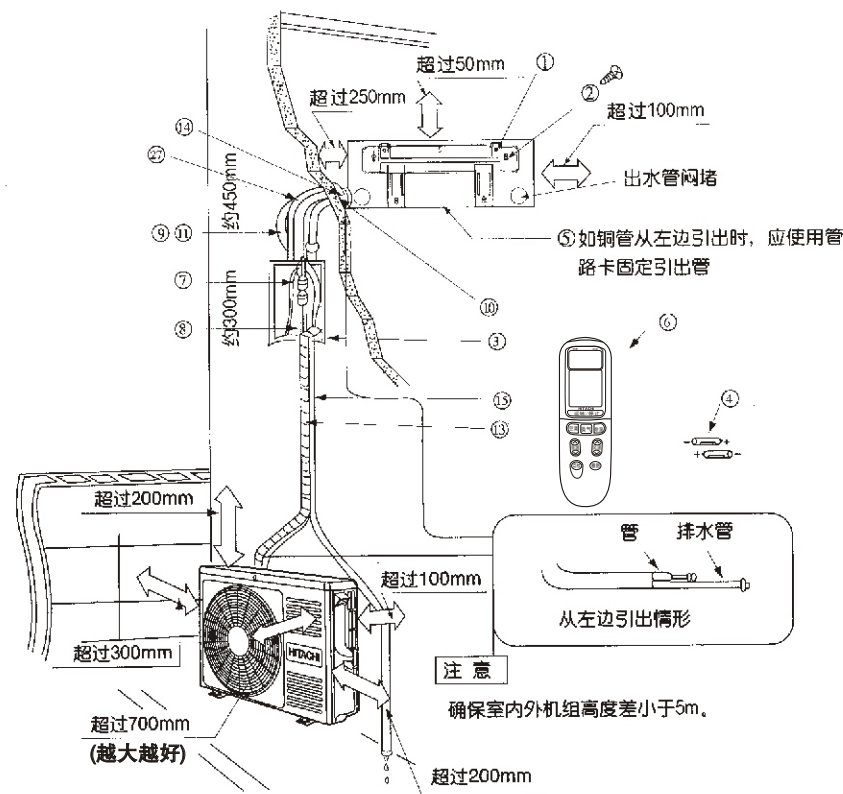

图1
- （1）为了便于修理，室内机组旁边应如图 1 般保留空间。
- （1）如图 1 所示保留室外机组旁的空位，避免任何障碍物妨碍通风系统。
- 1 示图1是管道后出连接安装成形。
- 2 根据总装示图1结合对应附件按要求牢固安装。